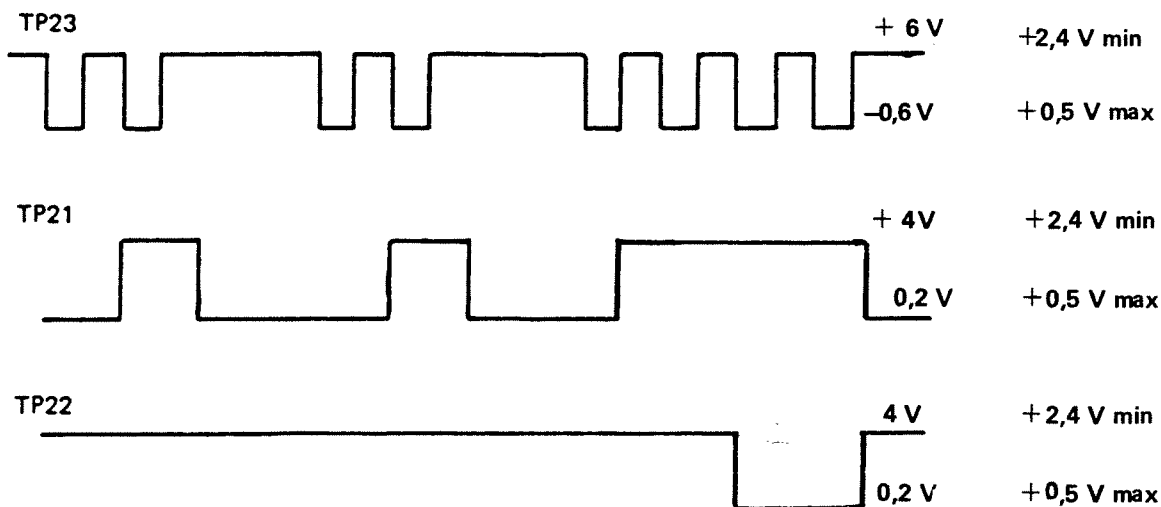

Bild 12
- Mät med oscilloskopet pulserna i mätpunkterna TP23, TP21 och TP22. Anslut oscilloskopets yttre triggingång till mätpunkten TP20. Oscilloskopet skall vara inställt för extern trigging. Kontrollera att rätta värden erhålls enligt bild 12.